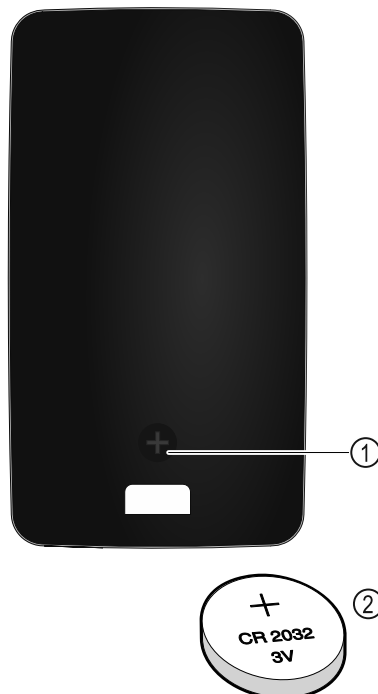

Fig. 230
Pilot jest zasilany baterią typu CR 2032 3 V Fig. 230 (2), dostępną w wyspecjalizowanych sklepach.
- ▶ Wykręcić śrubę Fig. 230 (1) z tyłu pilota.